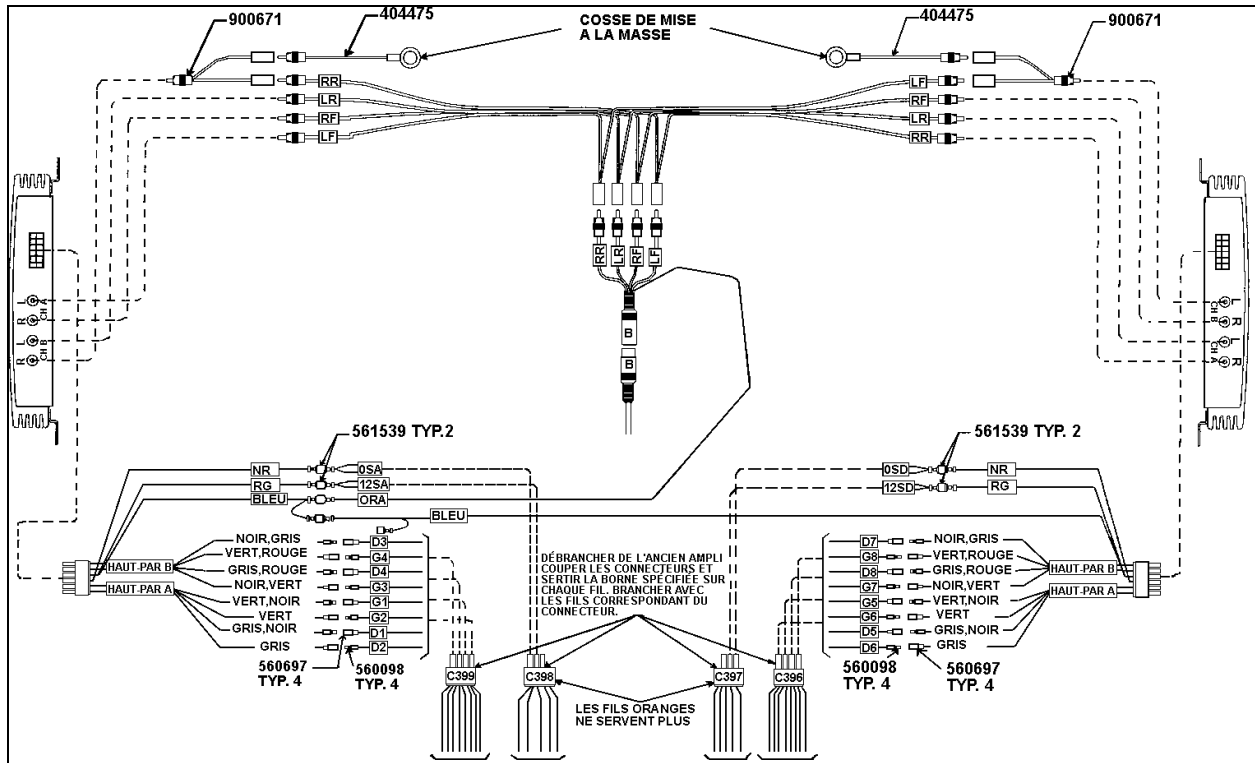

FIGURE 19
8. Débrancher de l'ancien amplificateur les connecteurs des haut-parleurs (G2 & G1, G4 & G3, D2 & D1 et D4 & D3),(G7 & G8, G5 & G6, D7 & D8 et D5 & D6). Couper les connecteurs et sertir les bornes spécifiées sur chaque fil: mâles (Prévost no 560098) et femelles (Prévost no 560697). Brancher les bornes aux fils correspondants du connecteur de l'amplificateur Pioneer spécifique (voir la figure 19).
Remarque: Se référer à la figure 19 pour le schéma électrique de l'installation des amplificateurs.
8. Débrancher de l'ancien amplificateur les connecteurs des haut-parleurs (C399 & C398, C397 & C396). Couper les connecteurs et sertir les bornes spécifiées sur chaque fil: mâles (Prévo no 560098) et femelles (Prévo no 560697). Brancher les bornes aux fils correspondants du connecteur de l'amplificateur Pioneer spécifique (voir la figure 19).
10. Réinstaller l'amplificateur dans le compartiment avec les boulons existants, si nécessaire, percer de nouveaux trous dans les supports pour fixer l'amplificateur à la structure. Faire le branchement du câblage selon la figure 19.